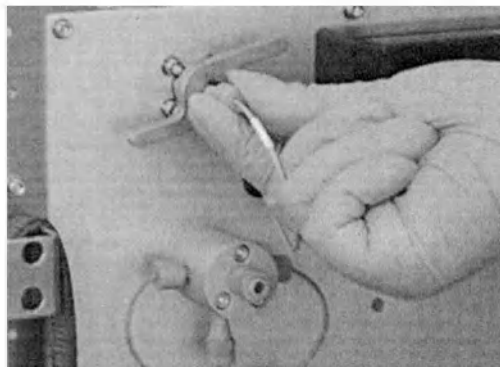

Рисунок 3-5. Отвинтите соединение трубки
- б) Отвинтите соединение трубки в направлении против часовой стрелки, как показано на рис. 3-5.